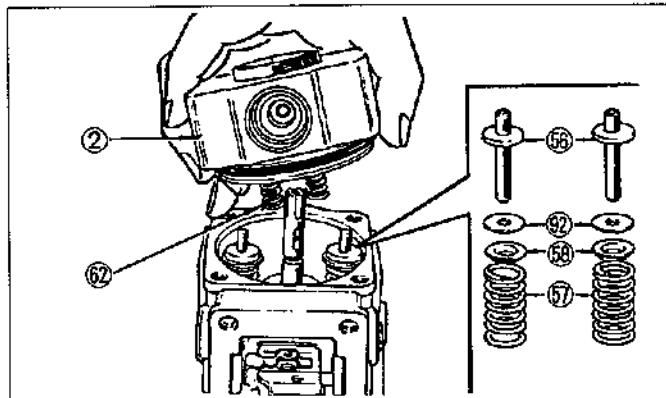

Figura.12-14 Extracción de la cabeza de distribución
(2) Extraiga los resortes de retorno del émbolo distribuidor ⑦ junto con los asientos de resorte superior ⑩, laminillas ⑪ y guías de resorte de émbolo distribuidor ⑫. (Vea la figura.12-14)
(3) Extraiga el émbolo distribuidor, placa inferior del émbolo distribuidor ⑬, placa superior ⑭, asiento inferior de resorte de émbolo distribuidor ⑮, junto con el anillo de rebose.